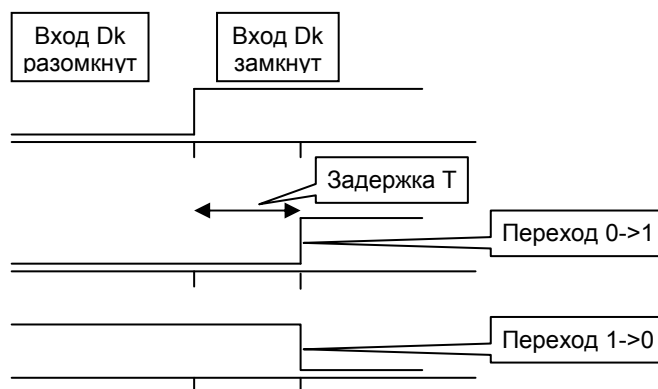

Рисунок 4.10
4.6.11 Функция «Включение/выключение по расписанию» может использоваться для включения/выключения в установленное время **T1** и **T2** оборудования по будним дням. Эта функция разбивает сутки на 3 интервала времени: с начала суток до метки **T1**, с метки **T1** до метки **T2**, с метки **T2** до конца суток. Метки времени **T1** и **T2** и состояние выхода указываются при конфигурировании. Рисунок 4.10 поясняет использование данного условия.